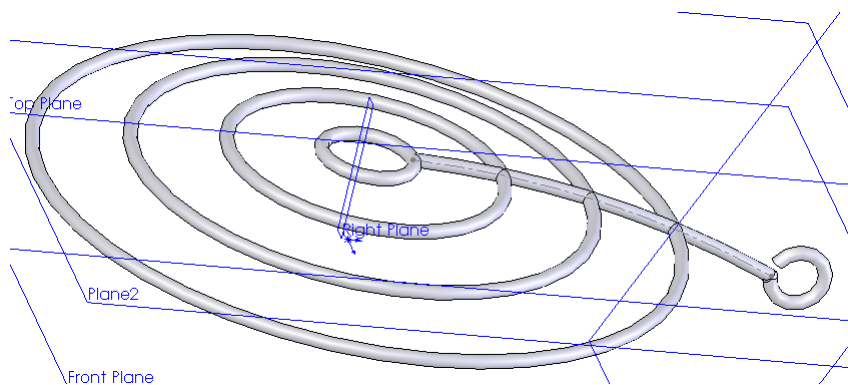

Рис. 6.2.14. Створення основної частини решітки
14. Створимо протягування ПО ТРАЕКТОРИИ. Траекторія – ескіз «ТРАЕКТОРИЯ», профіль – коло через центр, якого проходить траекторія. Результат на рис. 6.2.14